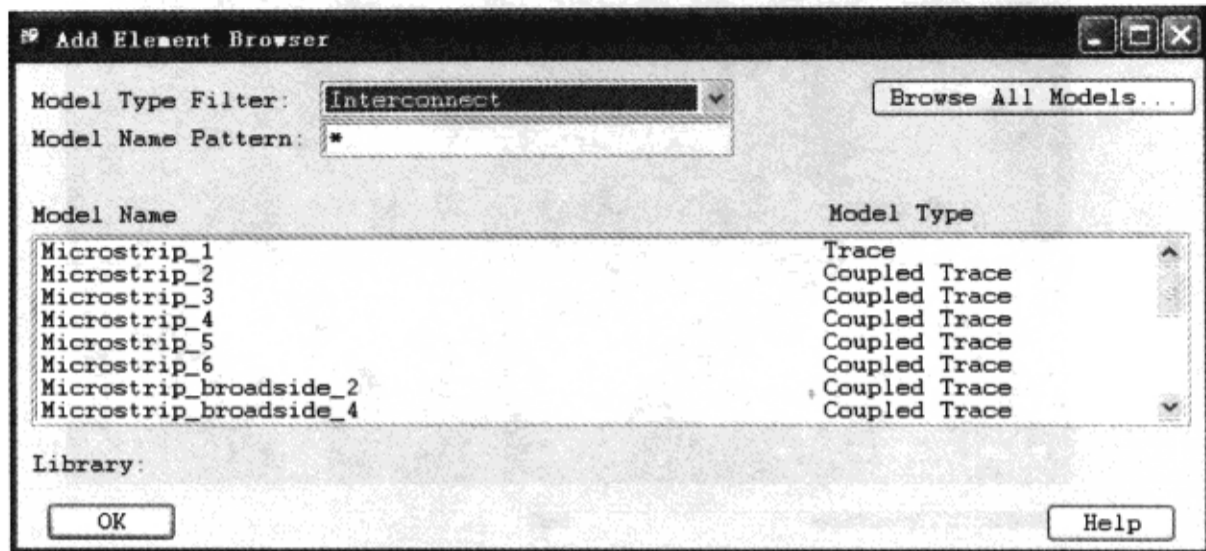

图 3-8-18 “Add Element Browser”对话框
(8) 在“Add Element Browser”对话框的“Model Type Filter”栏的下拉菜单中选择“Interconnect”，如图 3-8-18 所示。